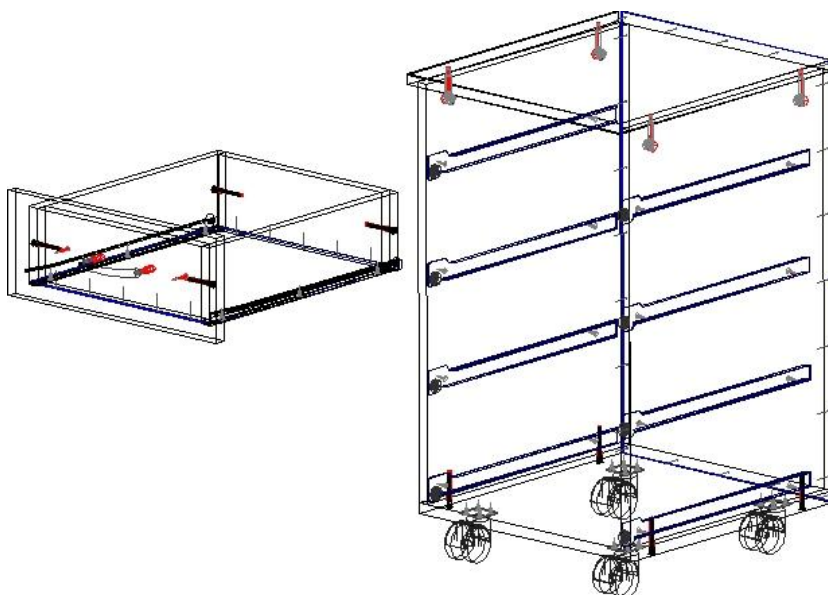

Рис. 1
- 4.2 **Сборка прямых столов с надстройками.** На вертик. бок. ст. стола [13,14] установите подпятники (12). На вертик. бок. ст. стола и надстройки [13,14,1,2] установите цилиндр. части эксцентриковых стяжек (14). На крышках [16,4] установите штоки эксцентр. стяжек (14). Евровинтами (2), как показано на рис. 1, соедините боковые стенки [13,14,1,2] с вертик. стенками [15,3]. Установите крышку надстройки [4]. Затяжка соединения производится путём поворота эксцентриков до упора в направлении стрелки, выштампованной на корпусе стяжки. Собранную надстройку соедините с крышкой стола [16] при помощи евровинтов. Установите крышку стола. Затяните соединение эксцентриковыми стяжками. Закройте головки евровинтов и эксцентриков заглушками (3,4).
- 4.6 **Сборка тумбы.** На горизонт. нижней стенке [25] шурупами 4×16 (16) закрепите колесные опоры (10). На вертикал. бок. стенках [23,24] установите цилиндрические части эксцентриковых стяжек (14) в предназначенные для них отверстия; шурупами (16) закрепите J-образные части роликовых направляющих (9). На крышке [26] установите штоки эксцентр. стяжек (14). Евровинтами (2), как показано на рис. 1, соедините вертикал. ст. [23,24] с горизонт. ниж. ст. [25]. Установите крышку. Затяжка соединения производится путём поворота эксцентриков до упора в направлении стрелки, выштампованной на корпусе стяжки. Гвоздями (1) закрепите зад. стенку ДВПО [32]. Евровинтами (2) соедините боковые стенки ящика [27] с передней [29] и задней [28] стенками. Дно ящика [31] закрепите к перед. и зад. ст. гвоздями (1). Установите роликами назад J-образные части направляющих (9) и закрепите их шурупами 4×16 (16). Шурупами 3.5×30 (15) закрепите фасад [30] к перед. стенке ящика [29]. Установите на фасад ящика [30] ручку (13). Установите собранные ящики в корпус тумбы.